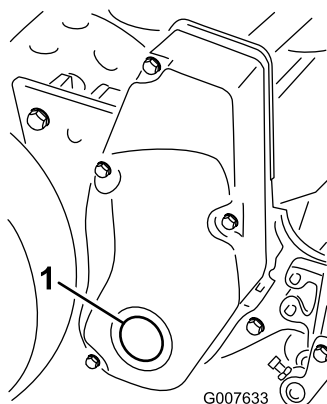

図 57
1. 右側リールドライブカバーのプラグを取る **図 57**。